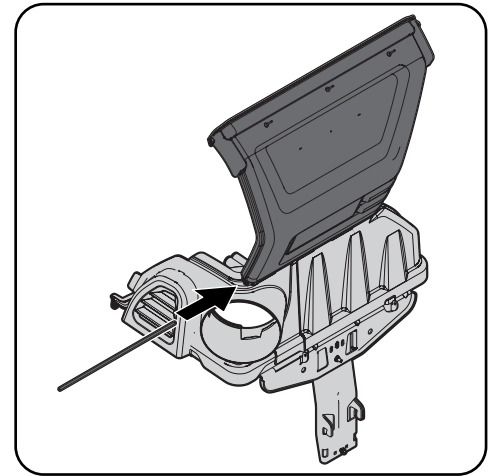

Figure 4-15
3. **S'il n'est pas déjà installé par l'usine,** installez l'écran de l'ensacheuse dans le couvercle en insérant d'abord une extrémité dans l'orifice de montage découpé correspondant. Assurez-vous de faire passer l'écran sous la lèvre, comme illustré à la Figure 4-15.